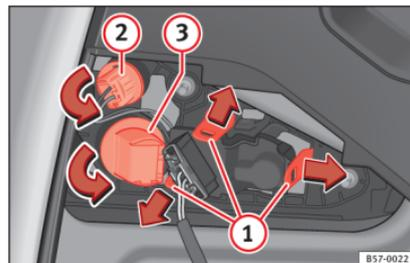

Abb. 110 Lampenhalter ausbauen.
2. Entriegeln Sie die Befestigungslaschen des Lampenträgers » **Abb. 110** ① oder drehen Sie den Lampenträger nach links ② und ③.